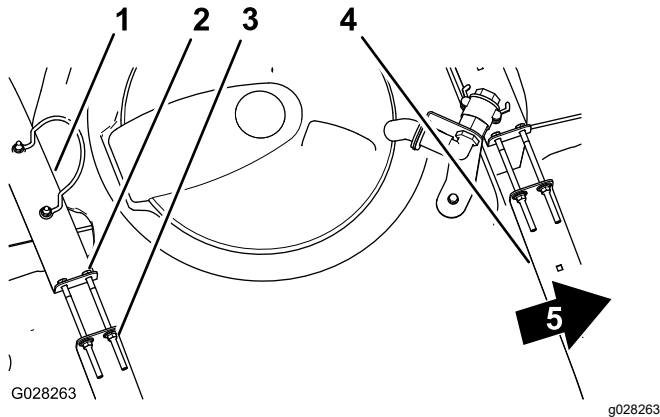

Figure 21
2. Vérifiez qu'il n'y a aucun jeu entre les sangles et la cuve (Figure 21).
3. Si les sangles de la cuve ne sont pas assez serrées, serrez les contre-écrous à embase et les boulons en haut des sangles jusqu'à ce que les sangles soient parfaitement en appui sur la surface de la cuve (Figure 21).